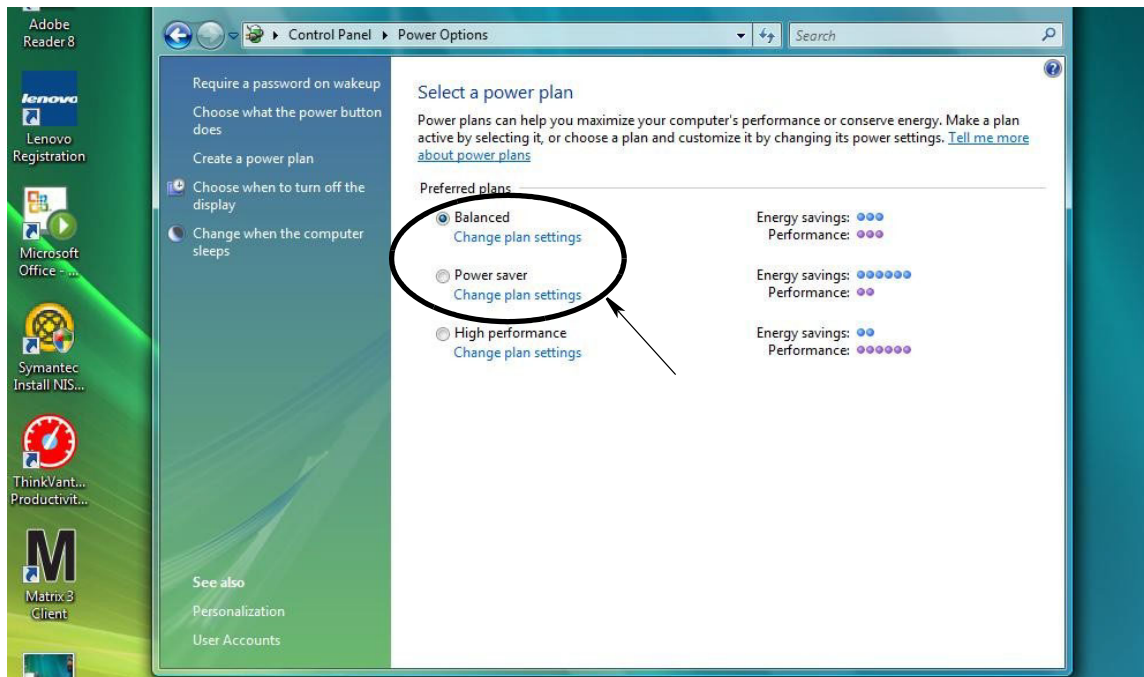

FIG. 34
3. Sélectionnez un mode de gestion de l'alimentation, "Balanced" (Usage normal) ou "Power Saver" (Économies d'énergie), puis cliquez sur le lien "Change Plan Settings" (Modifier les paramètres du mode) pour voir les options de veille prolongée (FIG. 34).